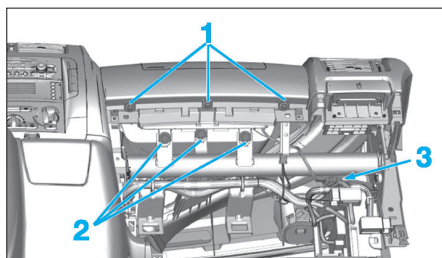

Fig. 4
- Déposer les vis (1) et (2) (Fig.4).
- Débrancher le connecteur d'airbag (3).